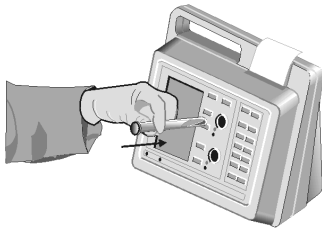

Figura 9. Inserir o Tubo de Teste no Poço
3. Inserir o tubo de teste no poço (Figura 9 abaixo). Rode o tubo rapidamente no sentido dos ponteiros dum relógio (uma rotação completa). O ecrã exibirá momentaneamente a mensagem **DETECTING MAGNET PLEASE WAIT** (DETECTANDO O ÍMAN, POR FAVOR AGUARDE) .